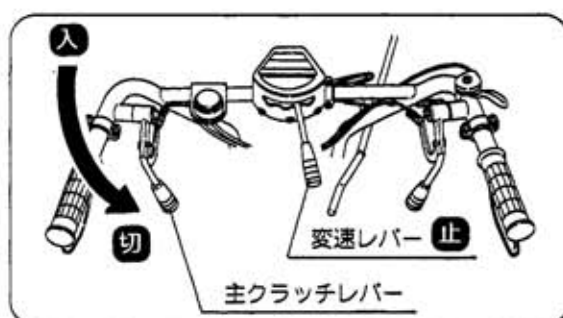

図35
- ⑤ 変速レバーを低速に入れ、主クラッチレバーを「入」位置にして発進します。周囲の安全を確認して徐々に運転者の能力にあった運転をしてください。決して最初から無理な運転はしないでください。(図35)